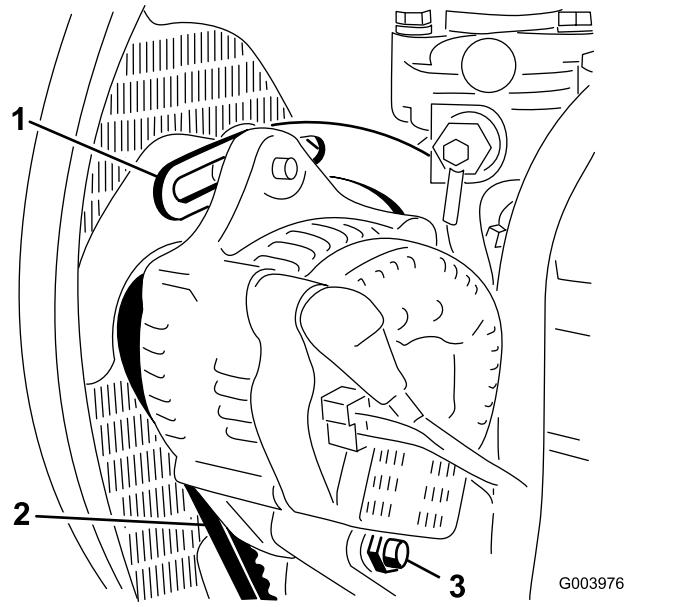

Figure 55
- Contrôlez la tension de la courroie d'alternateur (Figure 55) en exerçant une force de 10 kg à mi-distance entre les poulies d'alternateur et de vilebrequin.
- Desserrez le boulon de fixation du renfort au moteur (Figure 55), le boulon de fixation de l'alternateur au renfort et le boulon de pivot.